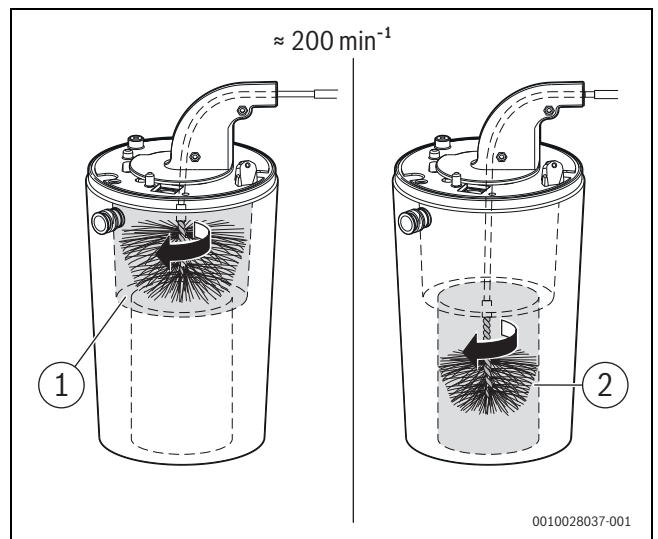

Bild 67 Wärmeblock reinigen (ca. 200 min^{-1} , nur Rechtslauf)
- Mit kleiner Bürste für den unteren Bereich wiederholen (→ Bild 67, [2]).